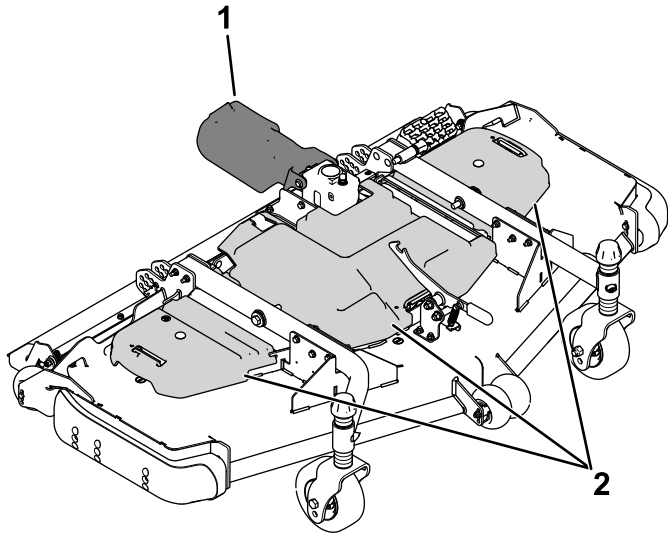

Figura 1
1. Retire las cubiertas de la correa y la cubierta del árbol de transmisión (Figura 1).